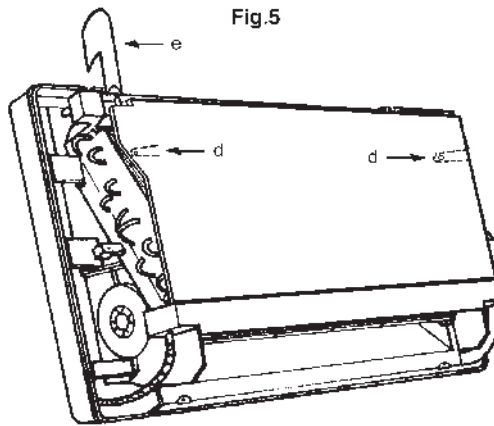

Fig.5
d) Montage (fig. 5) du bac de condensats
h) Procéder au raccordement des condensats (consignes de raccordement page 16). Fixer le cache d'évacuation des condensats sur l'arrière du bac (fig. 5 ou 7 - rep. e).
d) Mounting (fig. 5) of the condensates drain pan
h) Proceed to the condensates connection (connecting recommendations page 16). Fit the condensate drainage cover cap on the rear of the drain pan (fig. 5 or 7 - ref. e).